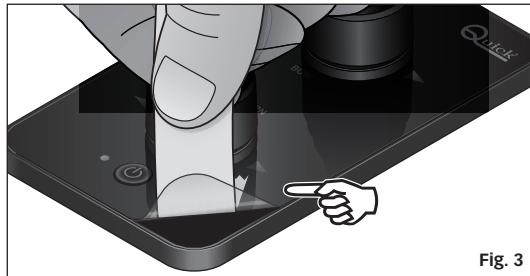

Fig. 3
- (**Fig. 3**) Después de finalizar la instalación, quitar la película transparente de la superficie del mando. Recomendamos utilizar un trozo de cinta adhesiva para quitar la película transparente.